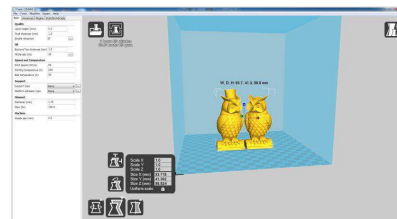

図 22
- (5) スケール：図22をみてください。このアイコンをクリックするとこのようなメニューが現れ、モデルには小さな座標系が表示されます。これをマウスでドラッグしたり数値を直接入力することでモデルの縮小拡大が出来ます。メニュー内の“uniform”横の鍵マークをクリックするとX,Y,Zそれぞれ独立して縮小拡大が出来ます。